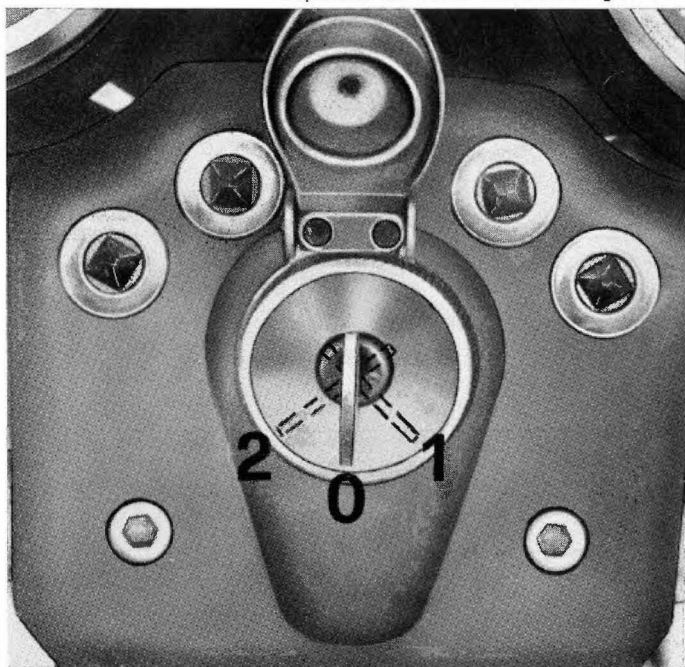

Fig. 8
- 2) **Commutatore per l'inserimento degli utilizzatori con chiusura a chiave posta sulla testa della forcella** (ved. fig. 8).
- la chiave sul commutatore generale sia in posizione « 2 » (vedere fig. 8);
Chiudere il gas, portare la leva del cambio in posizione di folle, disinnestare la chiave dalla posizione di contatto (2 di fig. 8) sul commutatore e chiudere il rubinetto della benzina.